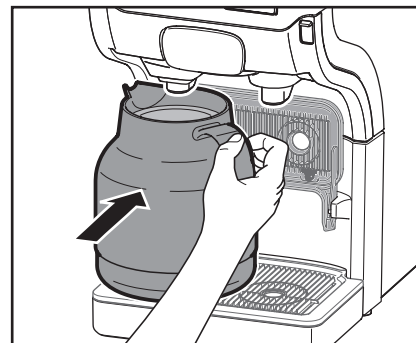

Fig. 12
- Placez votre verseuse sur le bac égouttoir (fig. 12).